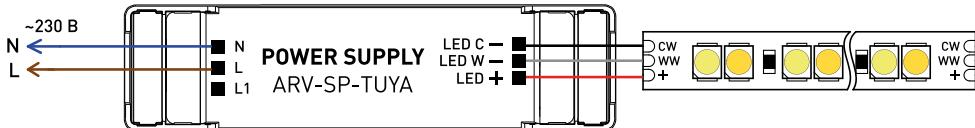

Рис. 2. Схема подключения двухканального источника питания (для арт. 052988, 052990)
- 3.7. Подключите светодиодную нагрузку согласно схеме, поставляемой с этой нагрузкой, к выходным клеммам источника питания со стороны **OUTPUT**, строго соблюдая полярность: «общий +» на нагрузке — к «плюсовому» выходу источника [LED+], «холодный белый» — на нагрузке — к «минусовому холодному белому» выходу источника [CW-], «теплый белый» — на нагрузке — к «минусовому теплому белому» выходу источника [WW-] (пример подключения на рис. 2).